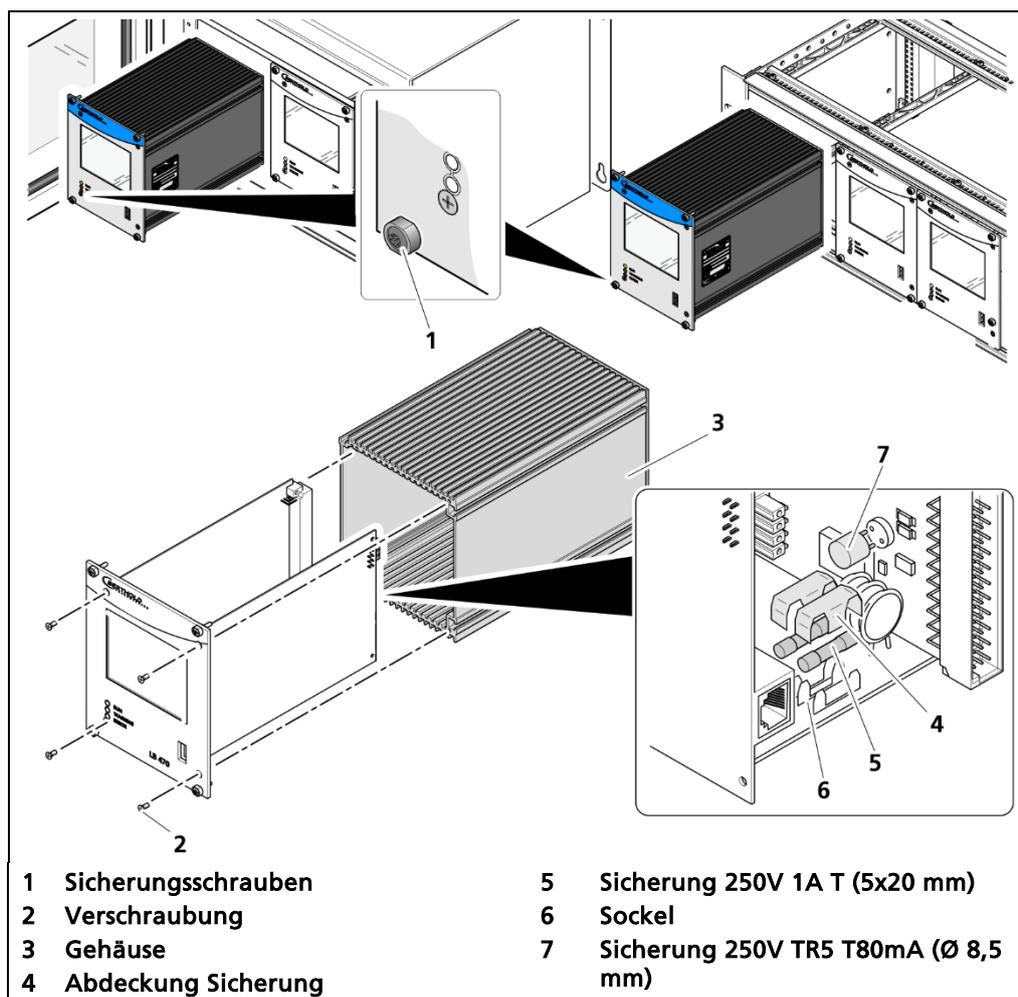

Abb. 148 Austausch Sicherungen Master-AWE
2. Lösen Sie die vier Sicherungsschrauben (Abb. 148, Pos.1) und ziehen Sie die Master-AWE aus dem Wandgehäuse bzw. dem Baugruppenträger.
3. Lösen Sie die vier versenkten Schrauben an der Vorderseite der AWE (Abb. 148, Pos.2).
4. Ziehen Sie das Gehäuse (Abb. 148, Pos.3) vorsichtig ab.
5. Entfernen Sie die Schutzabdeckung der Sicherung (Abb. 148, Pos.4)
6. Entfernen Sie die Sicherung (Abb. 148, Pos.5, Pos.7).
9. Verschrauben Sie das Front-Panel mit vier Schrauben (Abb. 148, Pos.2) mit dem Gehäuse.
11. Alle Sicherungsschrauben (Abb. 148, Pos.1) anziehen.